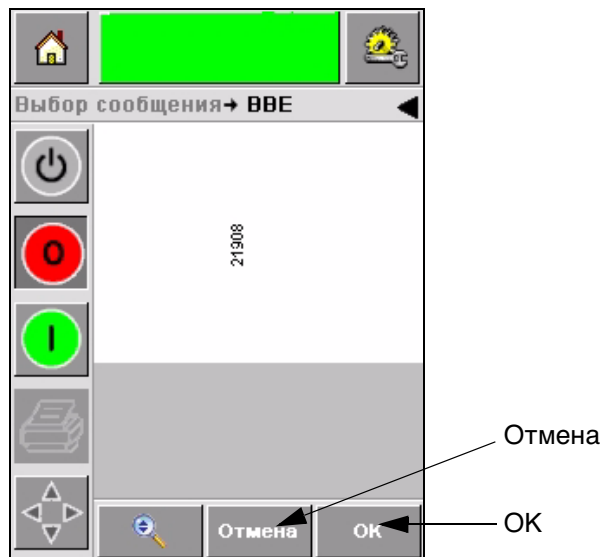

Рисунок 5-6: Экран просмотра сообщения
Если Вам нужно отменить процесс выбора сообщения, нажмите клавишу *Отмена* или Главная страница (Рисунок 5-6 на странице 5-5).
- 4 После нахождения нужного сообщения нажмите ОК и CLARiTY® откроет экран предварительного просмотра выбранного сообщения (Рисунок 5-6).
- 5 Нажмите ОК, если содержимое сообщения вас устраивает (Рисунок 5-6). Теперь сообщение выбрано для печати.
Выберите требуемую переменную, нажав на ее имени в списке. Переменная окажется выделенной и в Окне данных будет показано значение по умолчанию для этой переменной (Рисунок 5-6 на странице 5-6).